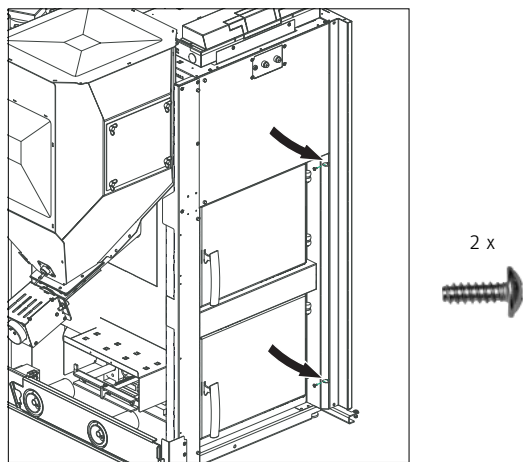

Fig. 69 Seitenwand mit 2 Blechschrauben festschrauben
- ▶ Seitenwand rechts vorne mit 2 Blechschrauben festschrauben – Fig. 69.